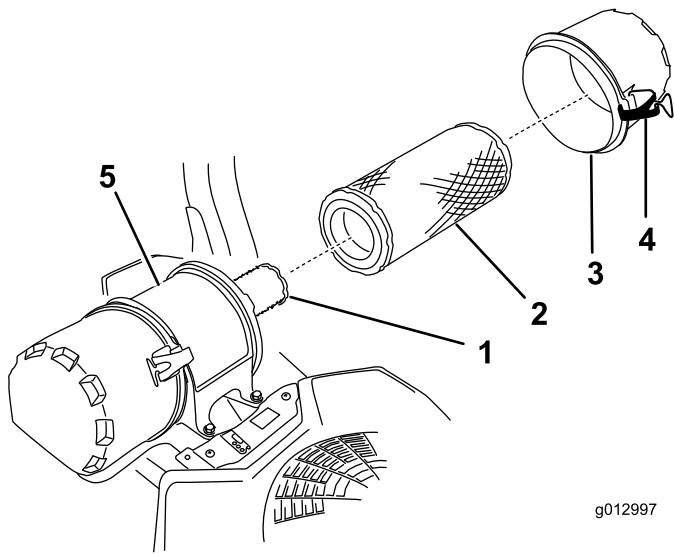

Figure 53
6. Ouvrez les dispositifs de verrouillage du filtre à air et détachez le couvercle du boîtier du filtre (Figure 53).
8. Sortez le préfiltre du boîtier du filtre avec précaution (Figure 53).
2. Si vous remplacez l'élément de sécurité, glissez-le avec précaution dans le boîtier du filtre (Figure 53).
3. Placez ensuite le préfiltre sur l'élément de sécurité avec le même soin (Figure 53).
4. Remettez en place et verrouillez le couvercle du filtre à air (Figure 53).